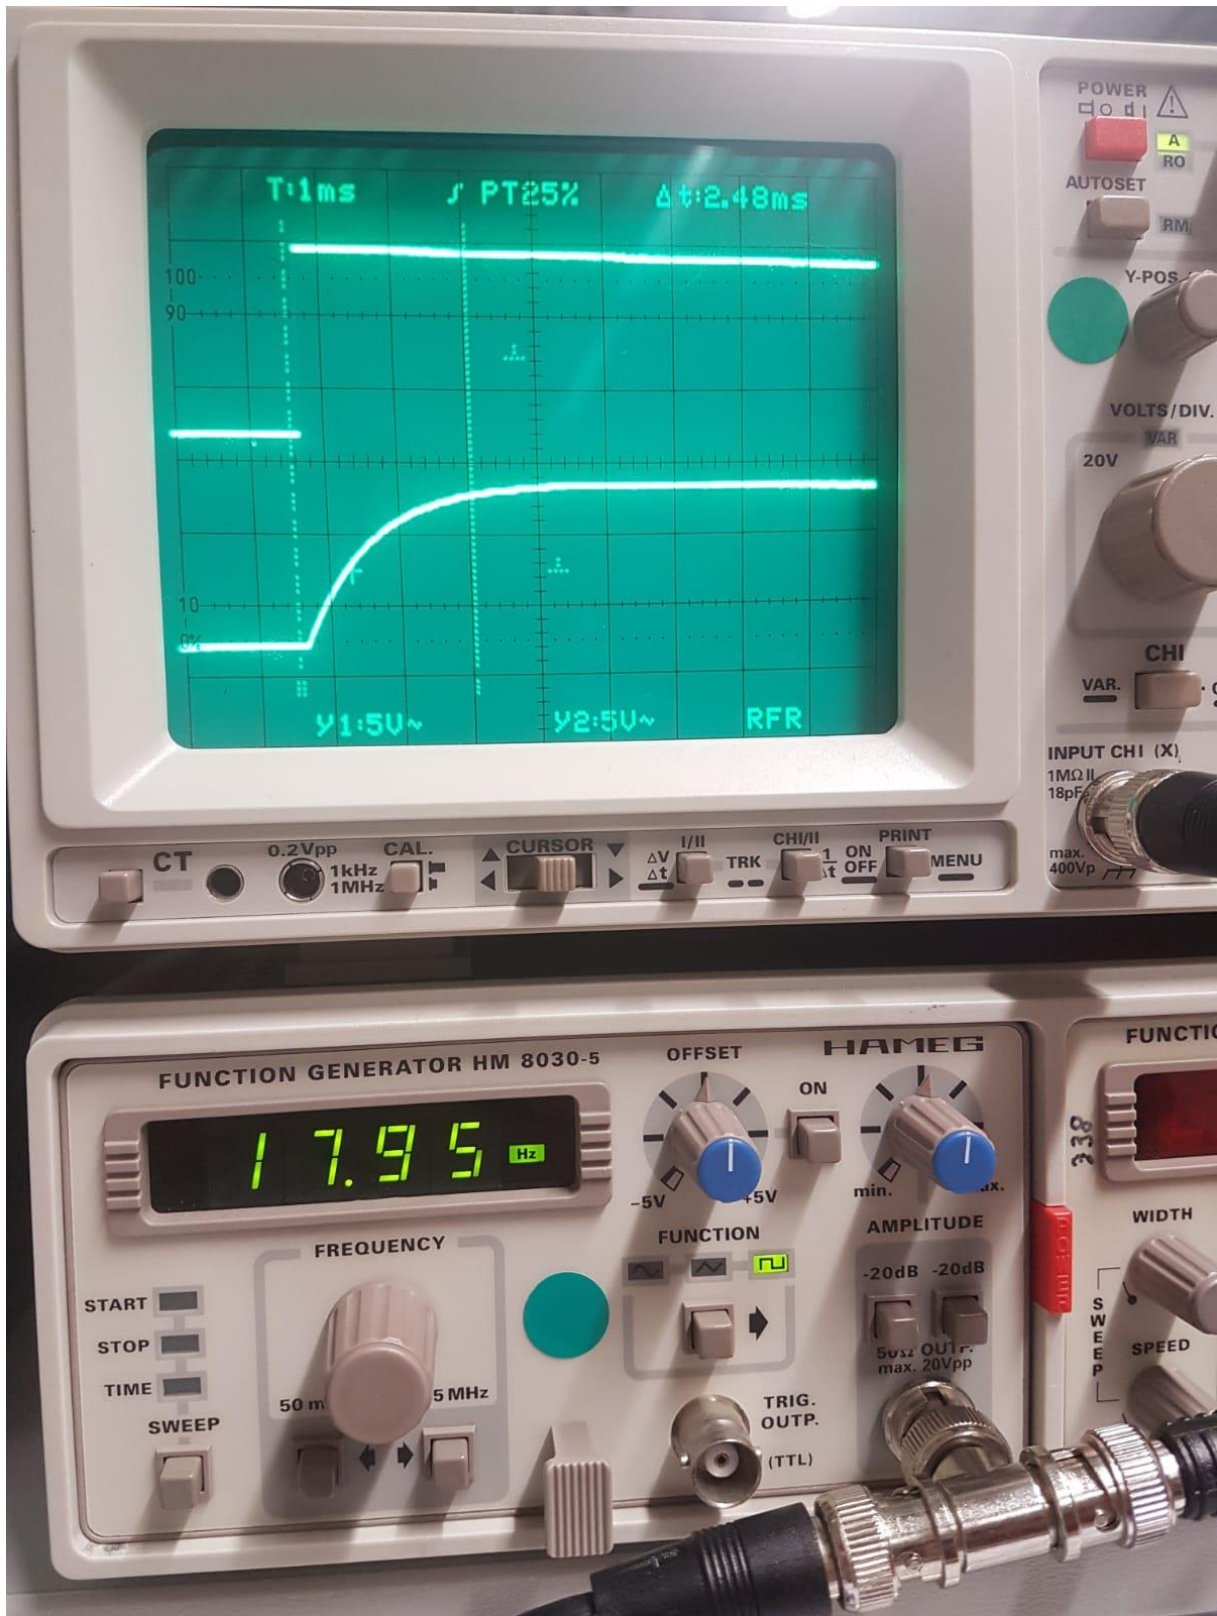

Bild 7: Übergangsfunktion
5) Bestimmung der Schwingkreisgüte Q mit der Methode der abklingenden Schwingung gemäß Oszillogramm nach Bild 7